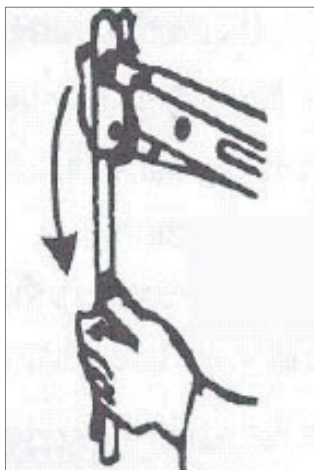

Figura 1
2. Impugnare la parte anteriore della canna con la mano sinistra e spingere la canna verso il basso fino a sentire uno scatto che indica il caricamento della molla (vedere figura 1).